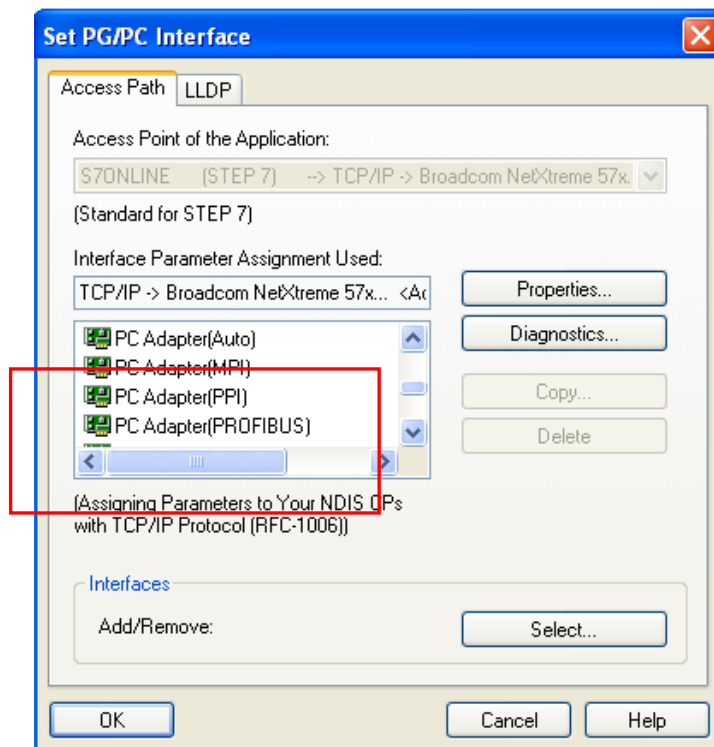

图 15 设置 PG/PC 接口界面
在 STARTER/SCOUT 调试软件中打开“Set PG/PC Interface”菜单，如图 15 所示。
如果看不到图 15 红框中所示画面，则可以进行如下操作：
- 点击图 15 中窗口右下角“Select...”来添加/删除接口。